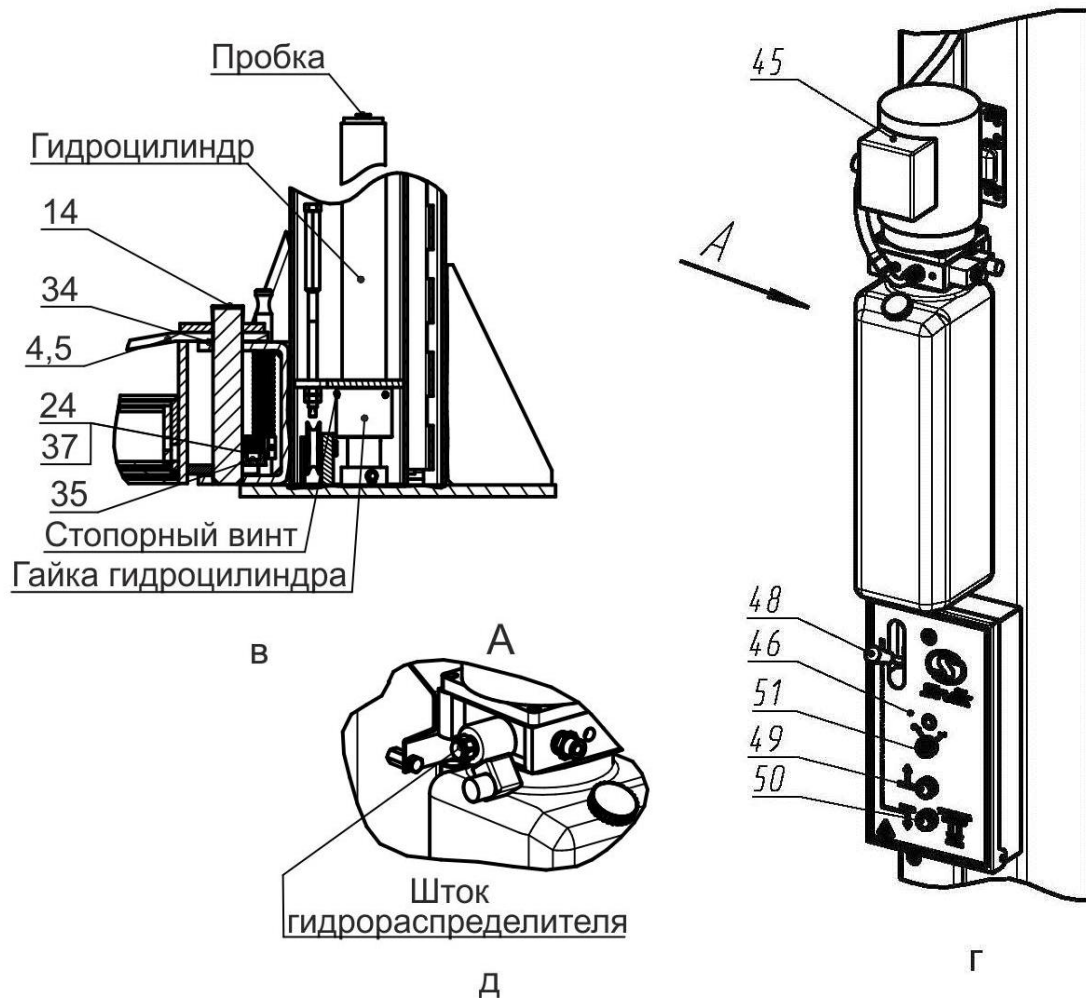
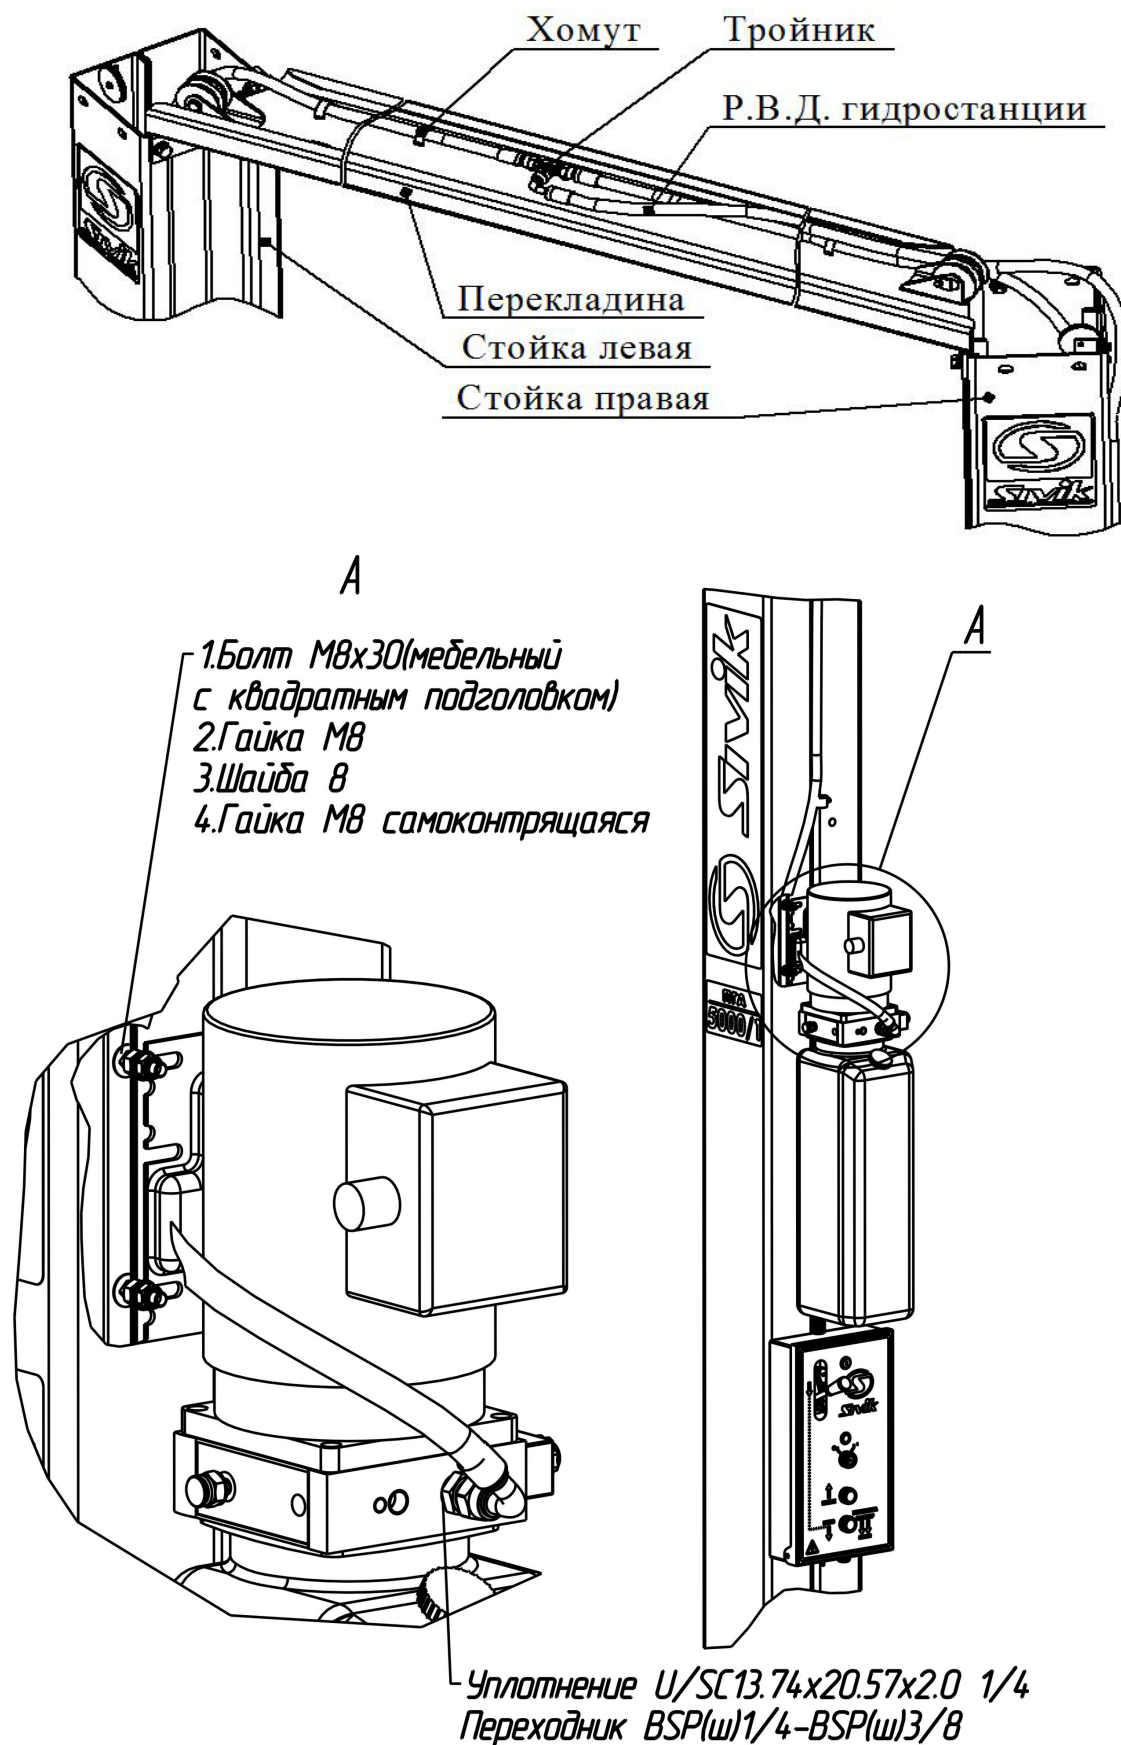

Рисунок 4.1 – Виды подъемника
Рисунок 6.4 – Соединение рукава высокого давления и монтаж гидростанции
Подъемник (рисунок 3.1) состоит из двух стоек коробчатого сечения -правой 1 и левой 2, соединенных между собой перекладиной 3. В стойках размещены каретки 63 с закрепленными на них поворотными телескопическими подхватами 4 и 5 разной длины. На концах подхватов 4, 5 установлены опоры 7, подставки опоры 8, 9. Подхваты фиксируются стопорными устройствами 42 (рисунок 4.1 а), автоматически срабатывающими при подъеме автомобиля. При опускании кареток 63 в крайнее нижнее положение происходит автоматическое расстопорение подхватов 4 и 5. Каретки 63 приводятся в движение гидравлическими цилиндрами, установленными внутри стоек. Подъемник снабжен системой 62 тросовой синхронизации движения кареток 63.
Каждая каретка 63 (рисунок 4.1 б) снабжена полиамидными ползунами 43, скользящими по беговым дорожкам стоек 1 и 2. Каретки фиксируются на требуемой высоте стопорами-защелками 44 (рисунок 6.4), закрепленными на стойках 1,2 и входящими в зацепление с решетками на каретках 63.
На правой стойке (рисунок 4.1 г) размещена насосная станция 45 с пультом управления 46. Внутри насосной станции 45 находится клапан предохранительный, предотвращающий перегрузку в гидросистеме. Клапан предохранительный настроен на заданное давление и опломбирован.
Для предотвращения повреждения дверей автомобиля (при открывании) на каретки 63 установлены накладки 10, фиксируемые винтами М8х30, шайбами 8Г и шайбами 8 (рисунок 3.1 и рисунок 4.1 а).
Управление подъемником осуществляется рычагом 48 (рисунок 4.1 г) и двумя кнопками 49 и 50, установленными в пульте управления 46. Рычагом 48 осуществляется расстопорение кареток 63, а кнопками 49 и 50, подъем (кнопка 49) и опускание (кнопка 50) кареток 63.
6.5 Рукава высокого давления (Р.В.Д.) соединить между собой при помощи тройника, как представлено на рисунке 6.4. При затяжки гаек не допускается скручивание рукавов. Тройник должен располагаться горизонтально так, чтобы Р.В.Д. не касались тросов системы синхронизации. Рукава высокого давления зафиксировать на перекладине хомутами. Гидростанцию закрепить на правой стойке над пультом управления с помощью 4-х болтов М8 (мебельные с квадратным подголовком), гаек М8, шайб 8 и гаек М8 самоконтрящихся (рисунок 6.4).
Для того чтобы проверить срабатывание упругой тяги 55, необходимо одному человеку прижать рукой защелку 44 к стойке 2, а другому повернуть рычаг 48 (рисунок 4.1 г) на себя. Упругая тяга 55 должна вытянуться на полный ход штока.
При повороте рычага 48 (рисунок 4.1 г) защелки на левой и правой стойки должны срабатывать одновременно. При отпуске рычага 48, защелки на левой и правой стойке должны вернуться в исходное положение. Регулировка проводится выборкой слабины тросика 52 и обжатием петли от вытягивания зажимом 13.
6.9 Открутить пробку бака насосной станции 45 и залить масло (около 12 л) до верхней метки «МАХ» (рисунок 4.1 г). Уровень масла контролировать визуально. Установить пробку бака на место.
- кратковременным нажатием на кнопку 49 (двигатель должен работать, вращение крыльчатки по стрелке на кожухе эл. двигателя, а из бака должно убывать масло, рисунок 4.1 г).
- отвернуть пробки у каждого гидроцилиндра на один оборот (рисунок 4.1 в)